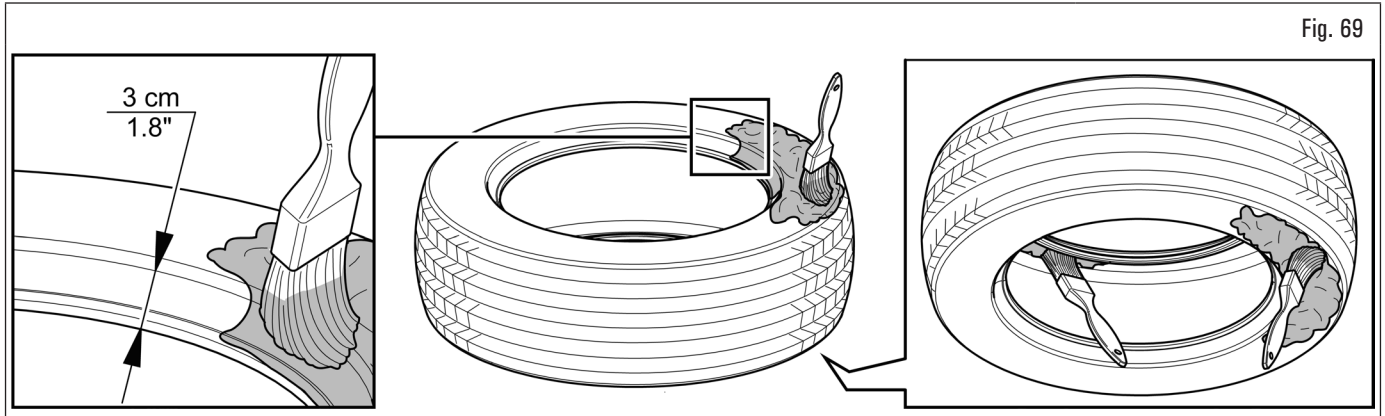

Fig. 69
1. lubrificare abbondantemente lo pneumatico, che dev'essere montato, su entrambi i talloni e sul fianco superiore, sia all'esterno che, per almeno 3 cm (1.18") dal tallone, all'interno (Fig. 69);